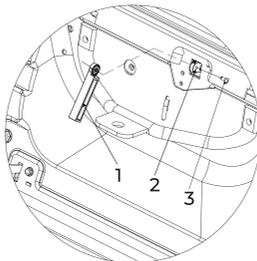

Рис. 11
6.10. Установка нажимной пластины аварийного выключателя (рис. 11)
· Установить пластину (рис. 11, поз 1) на заднюю панель с помощью болта (3).